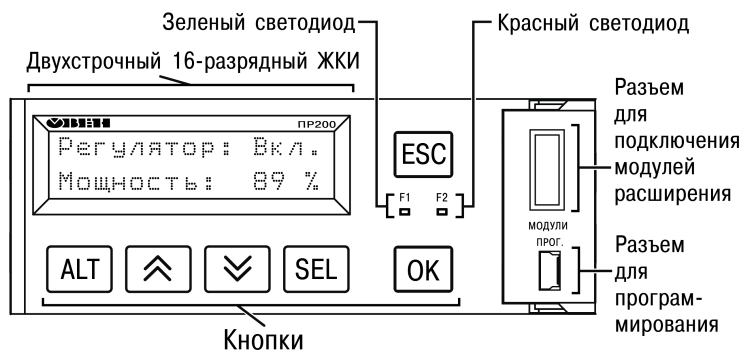

**Рисунок 6.19 – Схема подключения прибора к ПК**
1. Подключить прибор к ПК (см. рисунок 6.19);